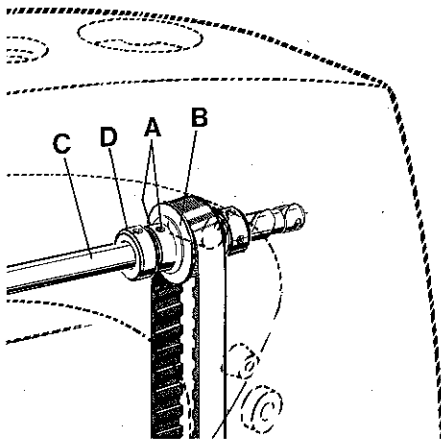

Fig.40
While rotating pulley in operating direction, the spreader should begin to move from its extreme left position to the right as the needle bar descends 0,8 to 1 mm (.032 to .040 in.) from top of stroke. Adjustment for timing the spreader travel can be made by loosening the two screws (A, Fig.40) in the hub of sprocket (B), right inside the arm casting, advance or retard sprocket on shaft for spreader drive (C) as required. Thrust hub of sprocket against collar (D) when retightening screws (A).
Drehen Sie am Handrad in Nährichtung, der Leger soll beginnen sich aus seiner linken Endstellung nach rechts zu bewegen, wenn sich die Nadelstange von ihrer obersten Stellung etwa 0,8 bis 1 mm nach unten bewegt hat. Die Legerbewegung läßt sich nach Lösen der beiden Schrauben (A, Fig.40) in der Nabe des Zahnriemenrades (B), rechts im Maschinenarm und entsprechendes vor- oder zurückdrehen des Zahnriemenrades auf der Welle für Legerantrieb (C) zeitlich abstimmen. Beachten Sie, daß die Nabe des Zahnriemenrades am Stelling (D) anliegt, wenn Sie die Schrauben (A) wieder anziehen.